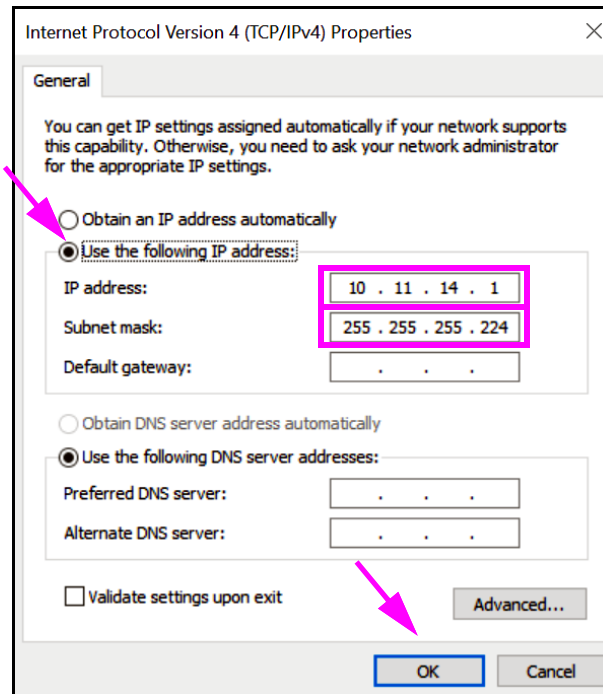

Figura 2-49. Ecranul Internet Protocol Versiunea 4 (TCP/IPv4)
9. Pe acest ecran, selectați **Se utilizează următoarea adresă IP: (Use the following IP address:)**. Consultați Figura 2-49.